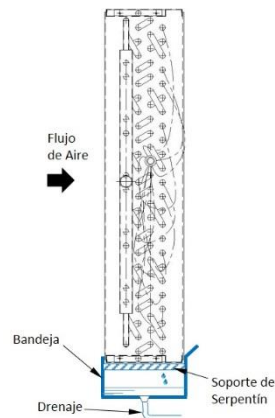

Fig.3
- Instale bandeja colectora de condensados debajo del serpentín (se vende por separado) (Fig.3).